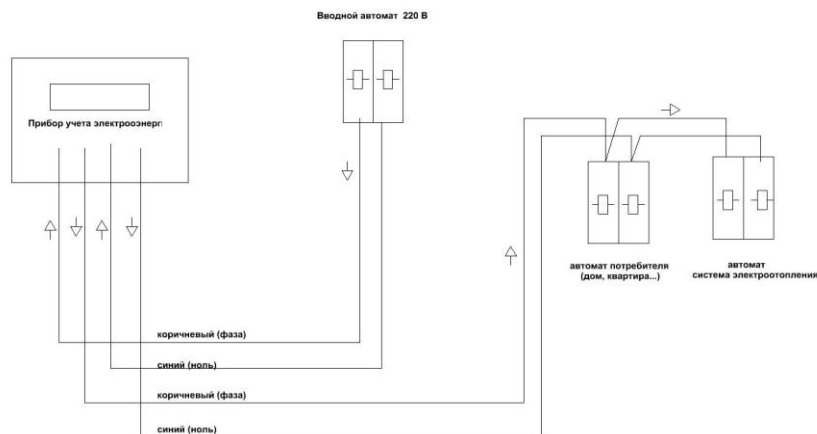

Рис. 1.2.
1.3 При подключении необходимо придерживаться следующей маркировки проводов: **коричневый – фаза, синий – ноль** (Рис.1.2.). **Желто-зеленый провод служит для заземления**, он крепится к контуру заземления болтовым или винтовым соединением. После выполнения всех расключений необходимо аккуратно уложить провода в щитке и проверить работу счетчика на предмет учета электроэнергии!!! Проверить правильность вращения диска в индукционном счетчике или импульсное мигание светодиода в электронном.